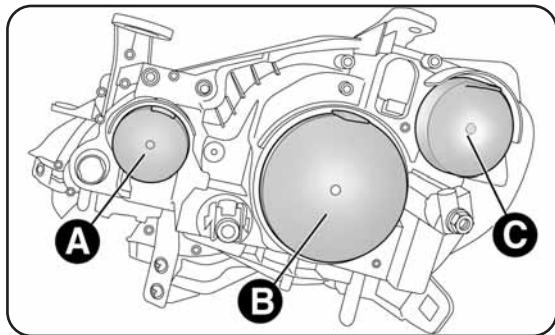

fig. 15
GRUPPI OTTICI ANTERIORI fig. 15
- togliere il coperchio di protezione B-fig. 15;
- rimontare correttamente il coperchio di protezione B-fig. 15.
- togliere il coperchio di protezione A-fig. 15;
- rimontare correttamente il coperchio di protezione A-fig. 15.
- rimuovere il coperchio di protezione C-fig. 15;